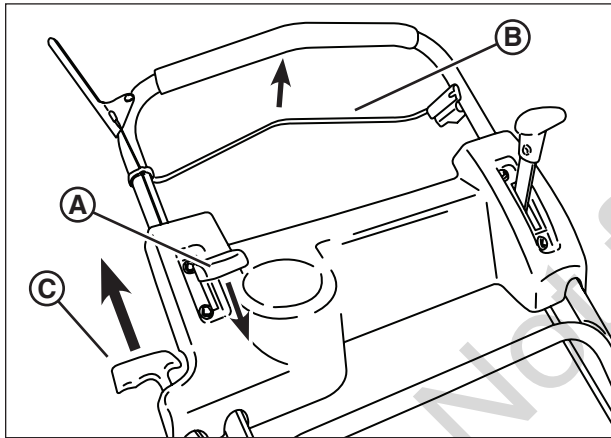

Figure 3: Démarrage de la tondeuse
2. Passez la commande de régime du moteur (**A, Figure 3**) après le cran de vitesse rapide ('Lapin') en position d'enrichissement ('Choke').